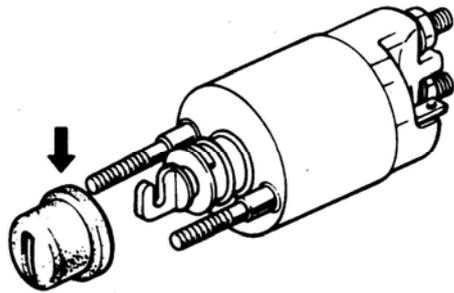

Fig. 9-32
**8) INSPECT MAGNETIC SWITCH(Fig.9-32)**